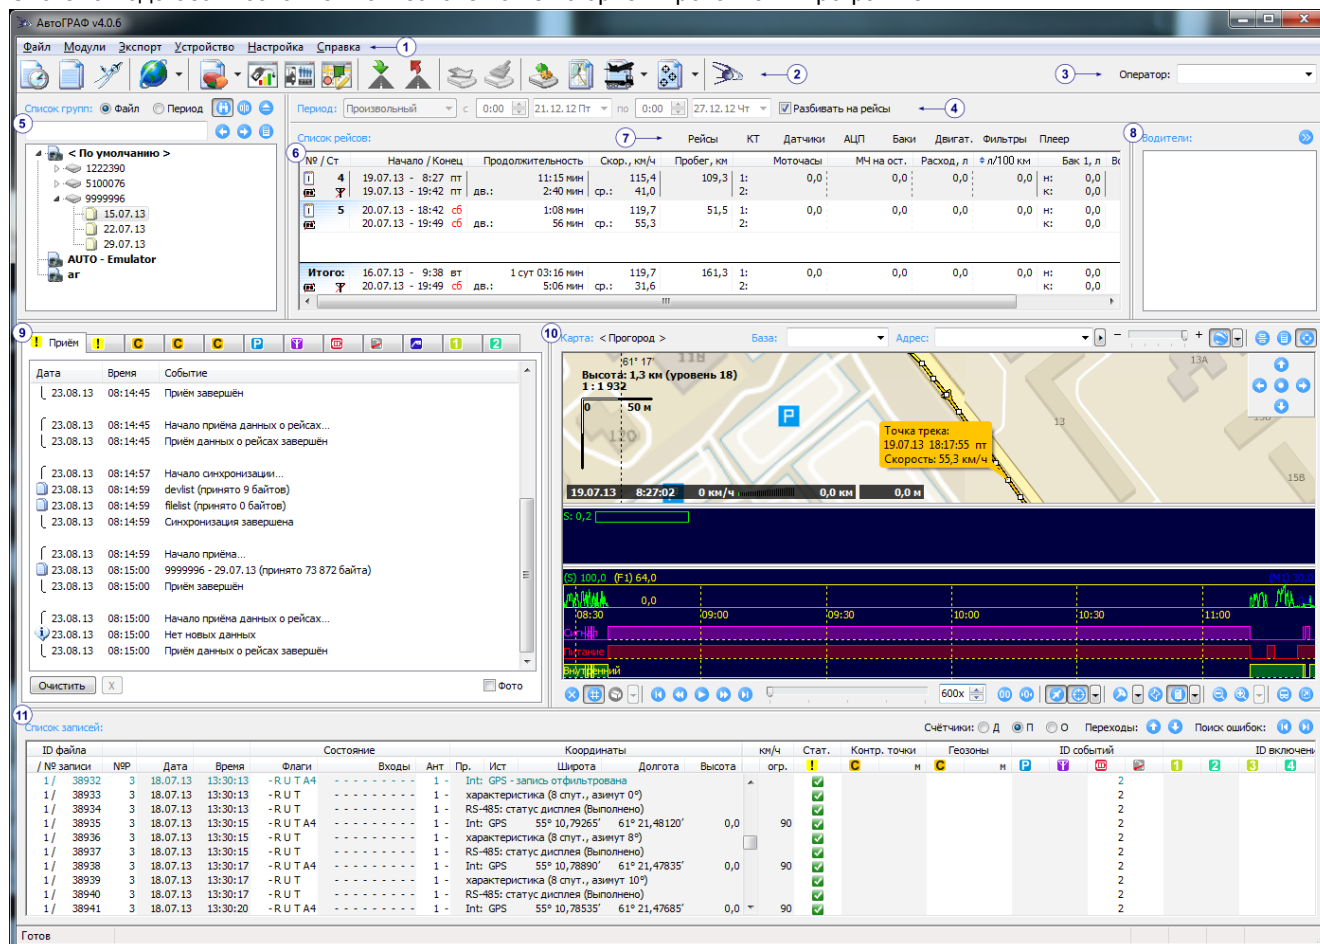

Рис.1 – Рабочее окно программы «АвтоГРАФ».
9. **Панель вкладок.** Панель содержит вкладки, на которых отображается информация о различных событиях в течение рейса. Выберите интересующий рейс из списка (рис. 1, п.6) и на соответствующих вкладках отобразятся данные о событиях за рейс.
При выборе одной из групп ТС из списка (рис.1, п.5) панели **Список рейсов**, **Водители** подменяются следующими панелями: